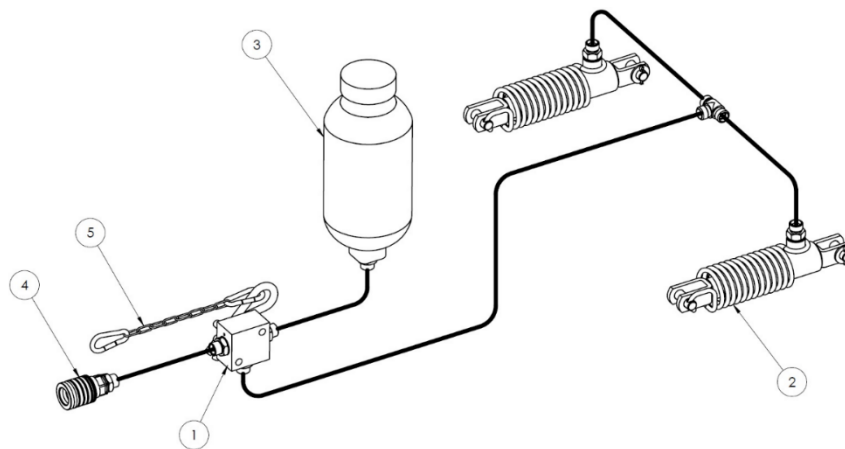

Abbildung 9. Hydraulische Einleitungs-Bremsanlage
- - hydraulische Einleitungsbremsanlage (Abbildung 9),
Optional kann der Streuer mit einer hydraulischen Einleitungs-Bremsanlage ausgestattet werden – vgl. Abbildung 9. Die Betätigung der Bremse erfolgt durch Drücken des Schlepper-Bremspedals vom Fahrersitz aus. Die Bremse des Streuers wird direkt von der hydraulischen Bremsanlage des Schleppers versorgt und betätigt. Im Falle eines unbeabsichtigten LöSENS des Streuers von der Schlepperkupplung betätigt das Notfallventil (1) über die Kette (5) die Bremsen der Maschine.